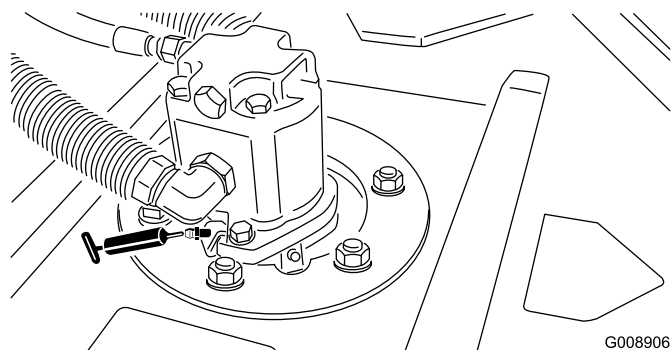

Figure 35
- Roulements d'axes de pivots de plateau de coupe (2 par plateau de coupe) (Figure 35)